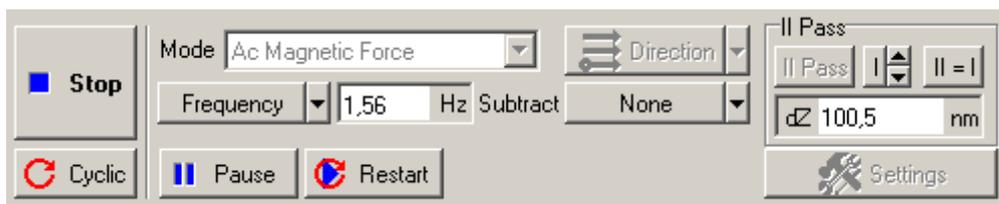

Рис. 9-8. Панель управления вкладки **Scan** во время сканирования
- на панели управления вкладки **Scan** некоторые кнопки исчезнут, и появится ряд новых кнопок: **Pause, Restart, Stop** (Рис. 9-8).
- dZ** расстояние, на которое отводится зонд во время сканирования на втором проходе. Чем больше **dZ**, тем меньше влияние рельефа поверхности на результаты измерений, проводимых на втором проходе. В то же время, с ростом высоты уменьшается чувствительность метода. В поле ввода **dZ** на панели **II Pass** (см. Рис. 9-8) установите желаемую высоту подъема зонда (опускания образца).